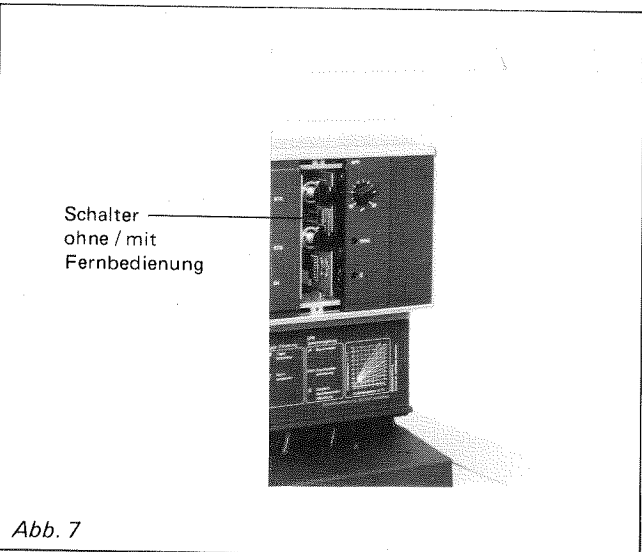

Abb. 7
10. Schalter „S1“ (Mischer) auf „mit Fernbedienung“ schalten (Abb. 7).